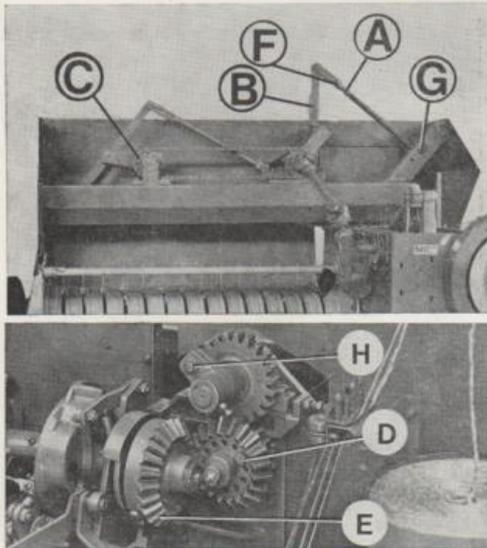

Fig. 12
- Noueur complet (voir fig. 12);
### DISPOSITIF DE SÉCURITÉ DE L'ALIMENTATION (fig. 12)
Le dispositif de sécurité placé dans la fourche, se compose d'un petit boulon B (fig. 12) qui se casse toutes les fois que la fourche surmonte un certain effort.
### BOULON DE SÉCURITÉ DU NOUEUR (fig. 12)
- Vérifier que la vis de réglage (fig. 12) soit à mi-course, il doit sortir à peu près 4 cm. de filet de la partie de l'attache;
Si le calage des aiguilles avec le piston n'est pas exact, il faut dévisser les 2 vis « D » (voir fig. 12) et les rassembler de façon qu'on puisse exécuter le calage susmentionné.
Pour faire ce réglage, il faut desserrer le contre-écrou « A » et visser la vis au moyen de l'écrou « G » (voir fig. 12) si les balles ont un excédent de matière à la partie droite, ou la dévisser si les balles ont un excédent de matière à la partie gauche. Après chaque réglage il faut s'assurer que les pointes des fourches ne doivent pas toucher la partie supérieure de la chambre de compression.